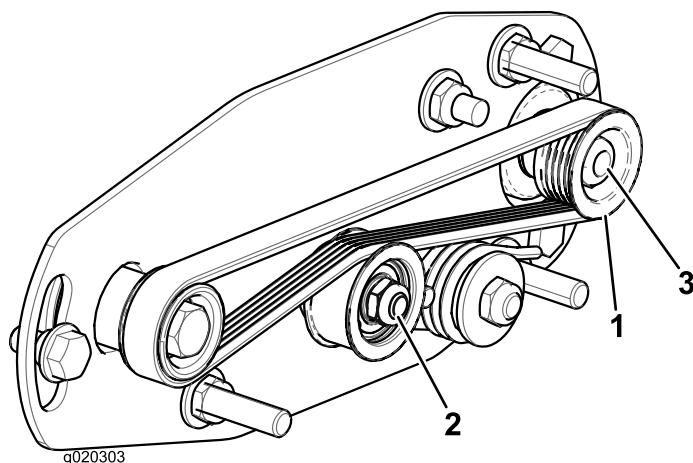
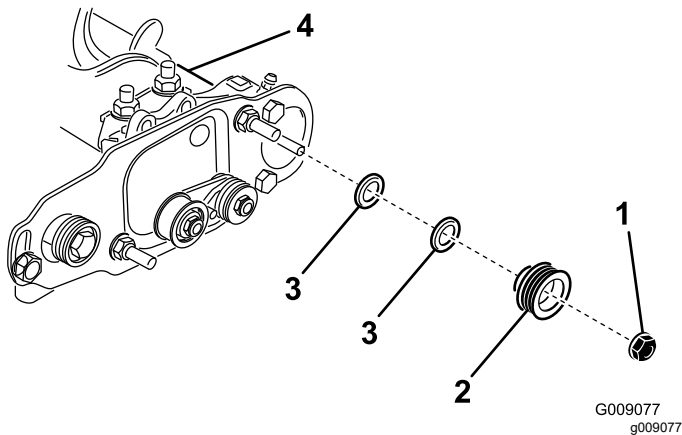

Bild 22
Bild 23
1. Die Antriebsriemenscheibe (an der Rollenbürstenwelle) kann nach innen und außen bewegt werden (Bild 22).
2. Drehen Sie die Spindel, die die Antriebsscheibe dreht, und drücken Sie gleichzeitig den Riemen von der Antriebsscheibe (Bild 22).
3. Entfernen Sie die Sicherungsmutter, mit der die Antriebsriemenscheibe an der Bürstenwelle befestigt ist (Bild 22 oder Bild 23).
4. Nehmen Sie die Antriebsriemenscheibe von der Welle (Bild 23).
5. Wenn die Scheibe nach außen bewegt werden muss, legen Sie eine 0,8 mm dicke Scheibe auf (Bild 23).